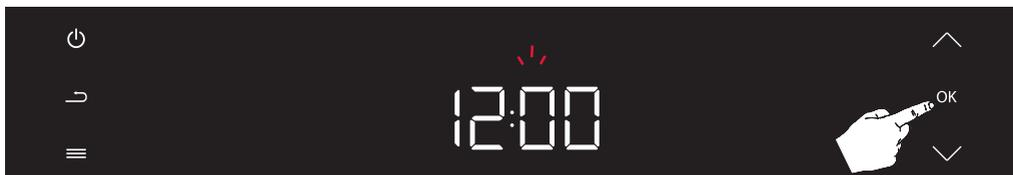

Abbildung 7
Die Stunden werden durch Drücken der Genehmigungstaste (OK) eingestellt, während die Uhr auf dem Hauptbildschirm als 12:00 blinkt. (siehe Abbildung 7)